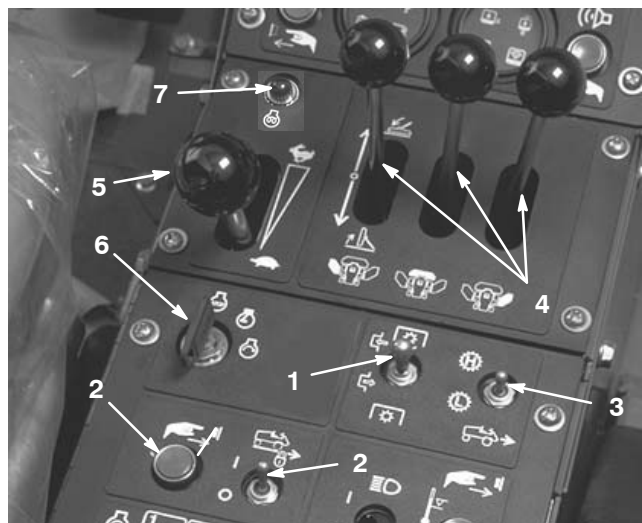

Bild 25
3. Drehen Sie den Zündschlüssel auf die START-Stellung (Bild 25). Lassen Sie den Zündschlüssel sofort los und auf „Lauf“ zurückgehen, sobald der Motor anspringt.